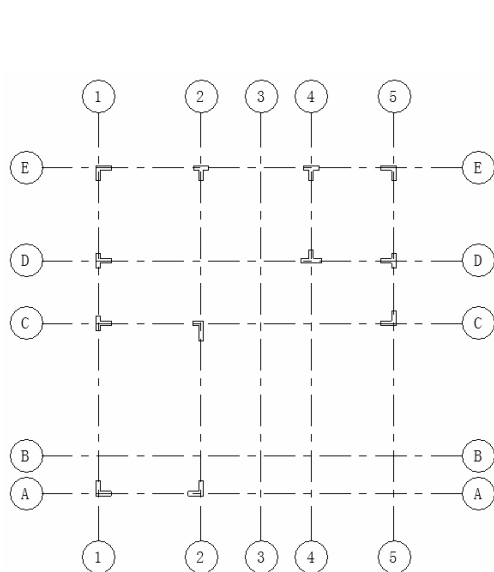

图 5-58 布置 Z3 柱
(17) 在“属性”选项板中选择“Z3”类型，将其布置在轴线5与轴线C的交点处，如图5-58所示。